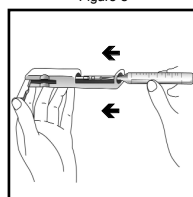

Figure 4
5. Lift the control bar and insert the Titret assembly into the Titrettor (fig. 4).